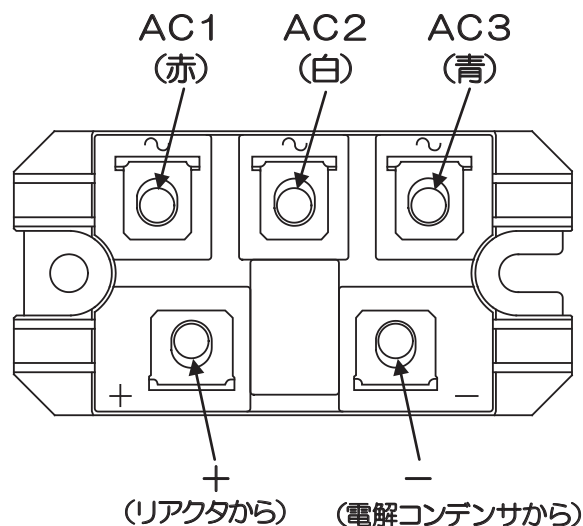

図1 部品配置図
- ダイオードモジュール（AC1、AC2、AC3、+、-）に配線を接続してください。（図1参照）